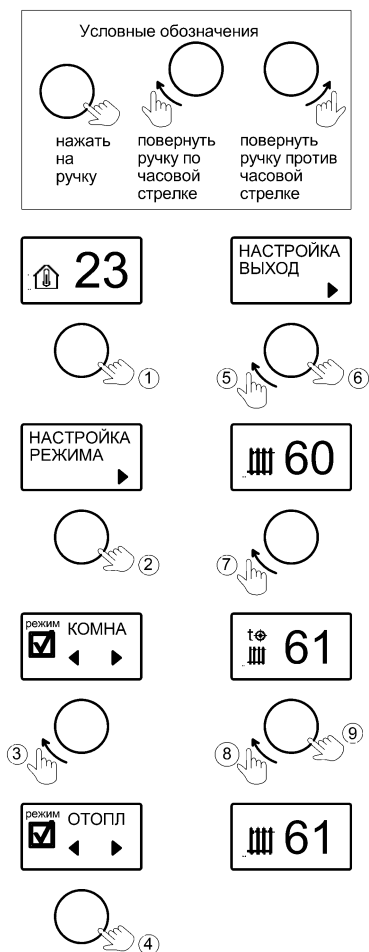

Рисунок 4. Выбор и настройка температуры режима «ОТОПЛЕНИЕ»
9.1 «ОТОПЛЕНИЕ» – режим поддержания температуры теплоносителя. Датчики температуры воздуха в алгоритме не участвуют. Заводская настройка температуры теплоносителя **70°C**. Активация режима и настройка температуры показана на рис.4. Температуру можно задать в диапазоне от +8°C до +85°C.
10.1 Во вкладке «РЕЖИМ РАБОТЫ», выбирается основной режим работы прибора («ОТОПЛЕНИЕ», «КОМНАТНЫЙ», «УЛИЧНЫЙ») - см. рис. 4, рис.5, рис.6.